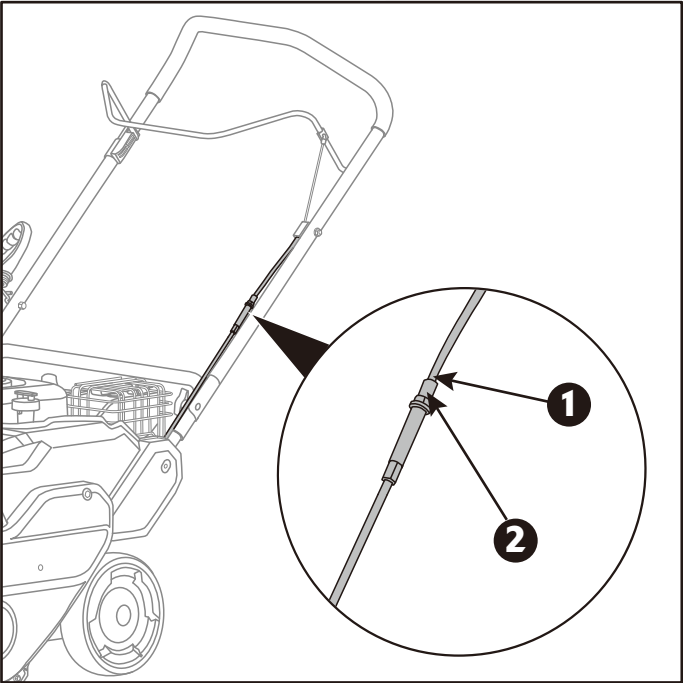

Fig.13
3. Afloje la contratuerca (2) del cable de mando. (Fig.13)
4. Gire el perno de ajuste (1) hacia arriba para extender el cable de control y eliminar la holgura del cable. (Fig.13)
5. Atornille la contratuerca (2) para fijar el perno y conseguir una estación de tensión natural para el cable. (Fig.13)